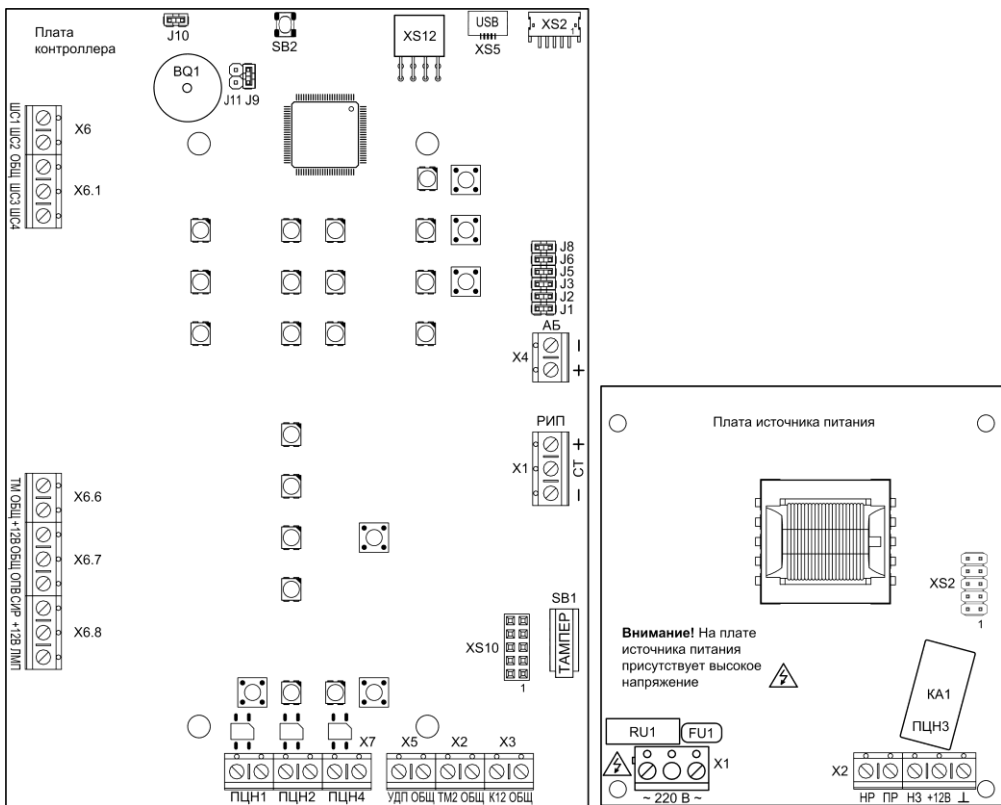
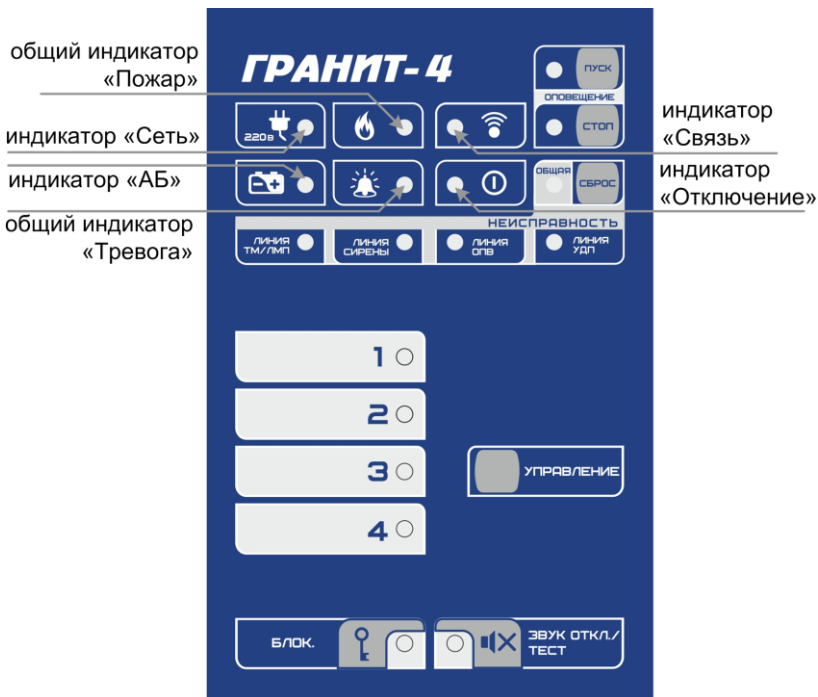

Рис.1 Внешний вид платы контроллера Гранит-4А GSM и платы источника питания
Рис.2 Панель индикации и управления прибора Гранит-4А GSM
Прибор состоит из корпуса и съёмной крышки. В корпусе расположены плата контроллера, плата источника питания (рис.1) и коммуникатор (п.10). На плате контроллера установлена панель индикации и управления (рис.2).
3.1 На плате контроллера (рис.1) расположены следующие элементы:
3.2 На панель индикации и управления прибора (см. рис.2) выведены:
3.3 На плате источника питания (рис.1) расположены следующие элементы: